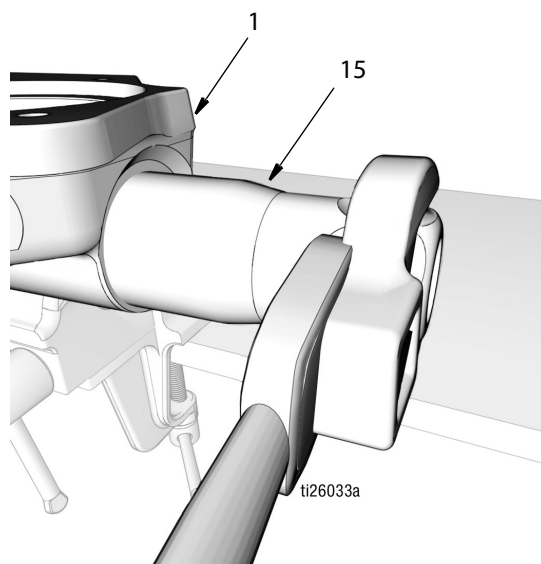

Рис. 44
- c. Вкрутите выпускной обратный клапан (15) в основание насоса (1) (Рис. 44). Надежно затяните. Затем затяните с усилием 50 - 55 футофунтов (67,8 - 74,5 Н•м).